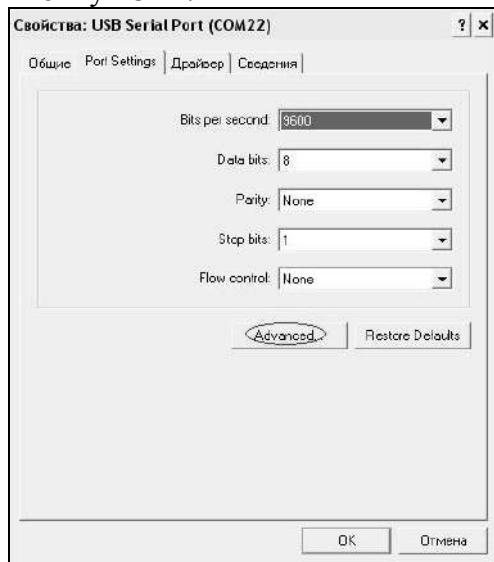
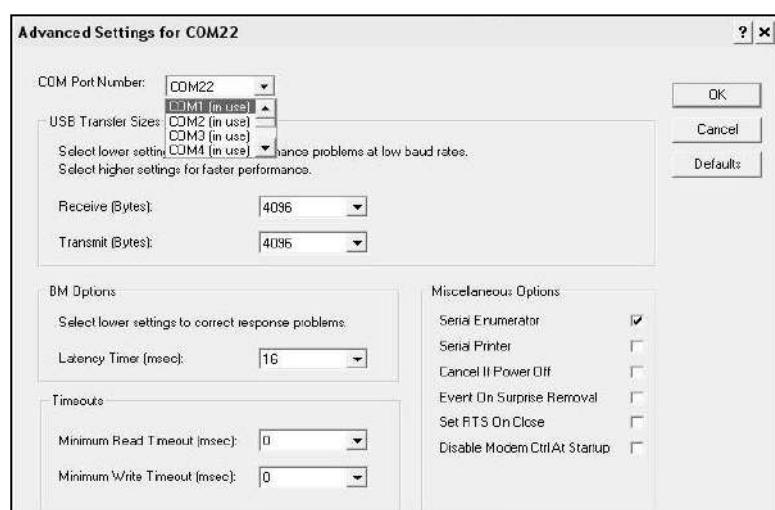

Рисунок 2.5.5 – Окно свойств USB-порта
Рис. 2.5.6. Дополнительные настройки драйвера
2.5.5.2.3 Перейти на вкладку «Параметры Окна», нажать кнопку «Дополнительно» (рисунок 2.5.5) и в выпадающем списке «Номер Com- порта» выбрать «COM 1» (рисунок 2.5.6) и нажать кнопку «OK».